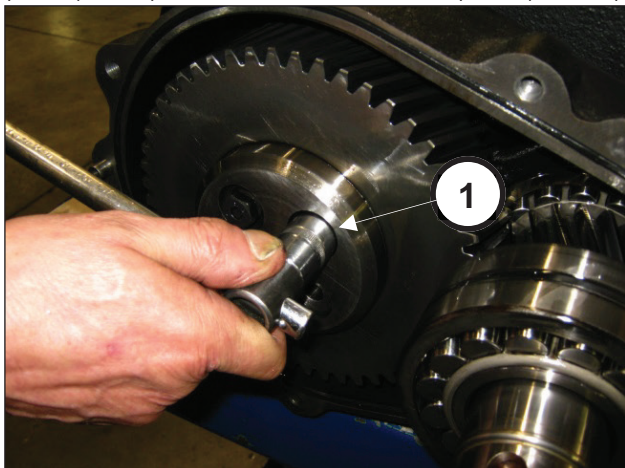
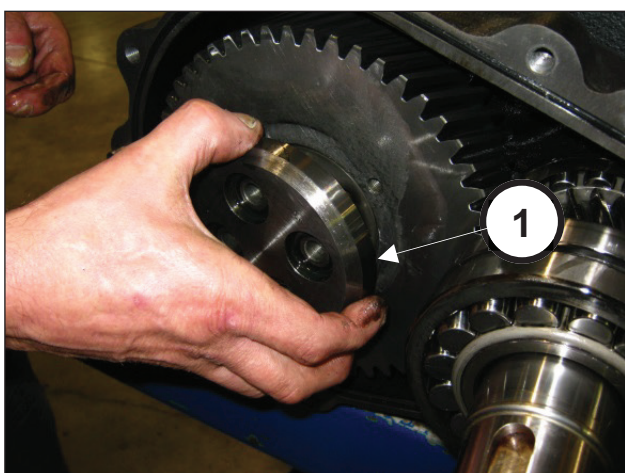

Abb. 9
Abb. 10
Nach beendetem Vorgang den Getriebedeckel abnehmen. Lösen Sie die Befestigungsschrauben des Zahnkranzhalters (Pos. ①, Abb. 9) und entfernen Sie den Halter (Pos. ①, Abb. 10).